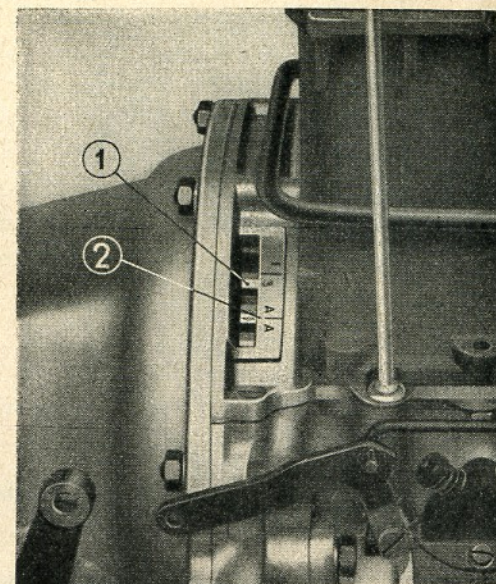

Fig. 14. - Messa in fase dell'accensione.
- a) Girare, con la manovella, l'albero motore fino a che il dente del volano che porta incisa la lettera « O » coincida con l'indicazione A/A segnata sul bordo della feritoia della cuffia di protezione del volano motore (vedi fig. 14), osservando che le valvole del cilindro N. 2, primo in ordine di accensione, siano chiuse.